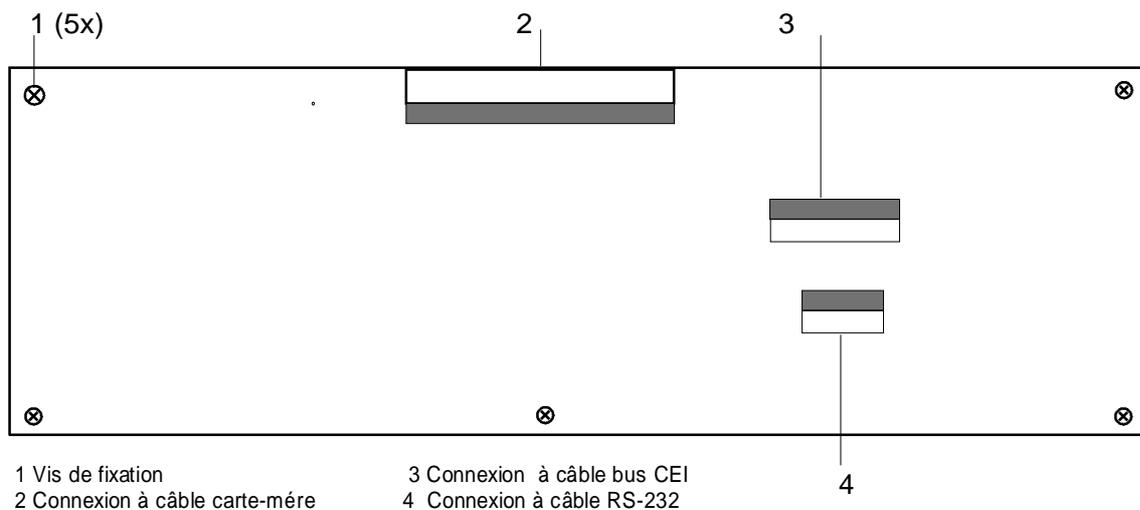

Fig. 4-1 Capot de blindage du contrôleur et du module de la face avant
- Maintenant, le couvercle de blindage (voir la fig. 4-1) du contrôleur et du module de la face avant est accessible.
- Retirer le câble connecté au bus CEI (fig. 4-1, pos. 3) et à l'interface RS 232 (fig. 4-1, pos. 4). La connexion à la carte-mère (fig. 4-1, pos. 2) peut être maintenue.
- Dévisser et enlever la couverture (6 vis (fig. 4-1, pos. 1)). Maintenant, la platine du contrôleur est accessible d'en haut.